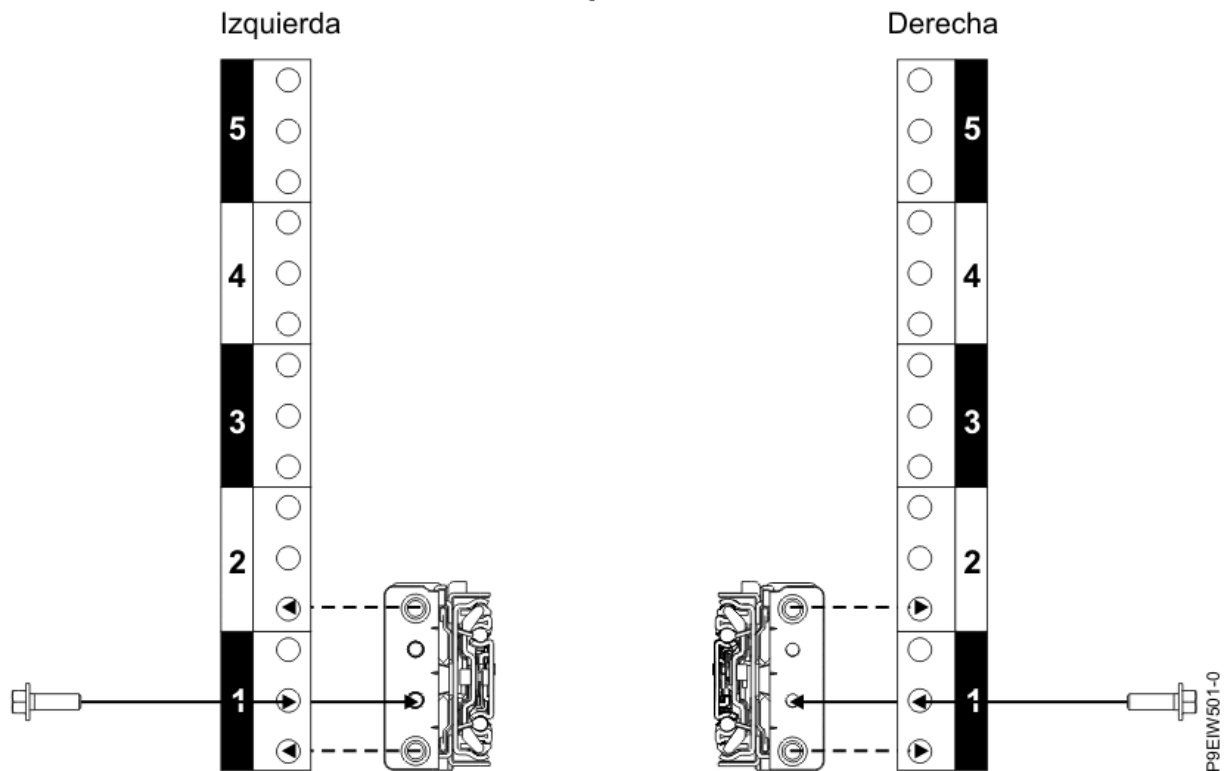

Figura 5. Fijación de los rieles deslizantes a la parte posterior del bastidor
10. Fije los rieles deslizantes izquierdo (**B**) y derecho (**C**) con un tornillo M5x16mm (**A**), tal como se muestra en la Figura 5 en la página 7. Inserte y apriete cada tornillo en el orificio del reborde de rosca, ubicado en el agujero central de la unidad de bastidor de EIA inferior.